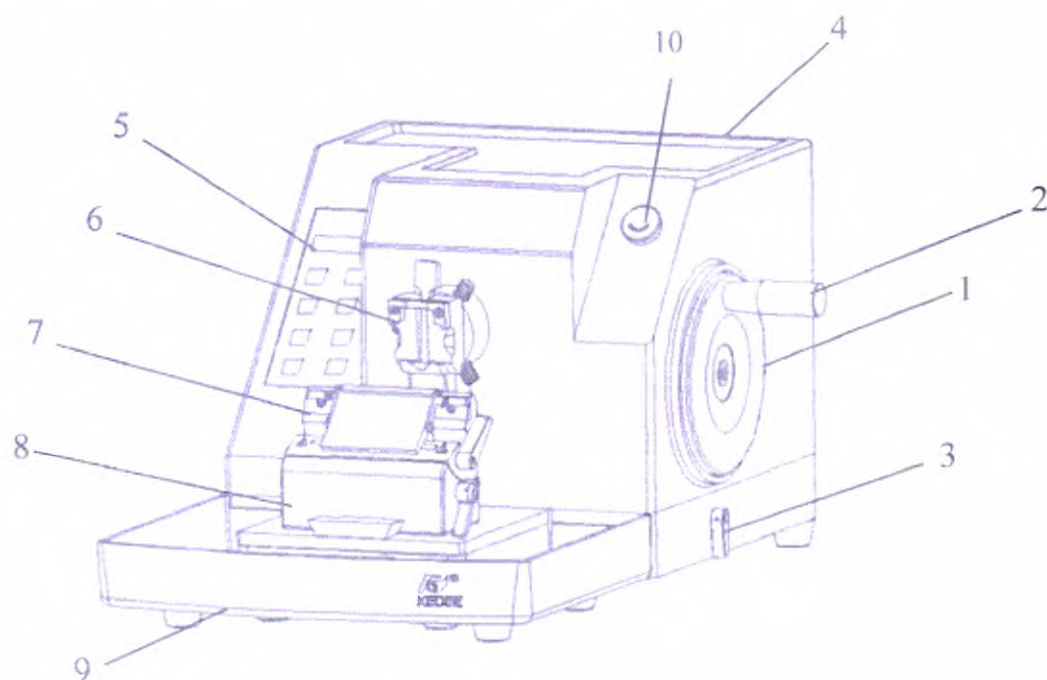

Рисунок 2. Схема микротомы модели KD-3368AM
Кнопка экстренной остановки (Рисунок 2, (10)): нажатие этой кнопки позволяет отключить электропитание. При повороте по часовой стрелке питание подается на прибор, шаговый двигатель устанавливается в исходное состояние.
| Рисунок 2, (1)  | Ручной маховичок                              |
| Рисунок 2, (2)  | Рукоятка ручного маховичка                    |
| Рисунок 2, (3)  | Стопорный рычаг для ручного маховичка         |
| Рисунок 2, (4)  | Корпус микротомы                              |
| Рисунок 2, (5)  | Панель управления (светодиодный экран)        |
| Рисунок 2, (6)  | Зажим образцов                                |
| Рисунок 2, (7)  | Держатель лезвий / Держатель ножа             |
| Рисунок 2, (8)  | Основание для установки держателя лезвий/ножа |
| Рисунок 2, (9)  | Поддон для отработанных образцов              |
| Рисунок 2, (10) | Кнопка экстренной остановки                   |